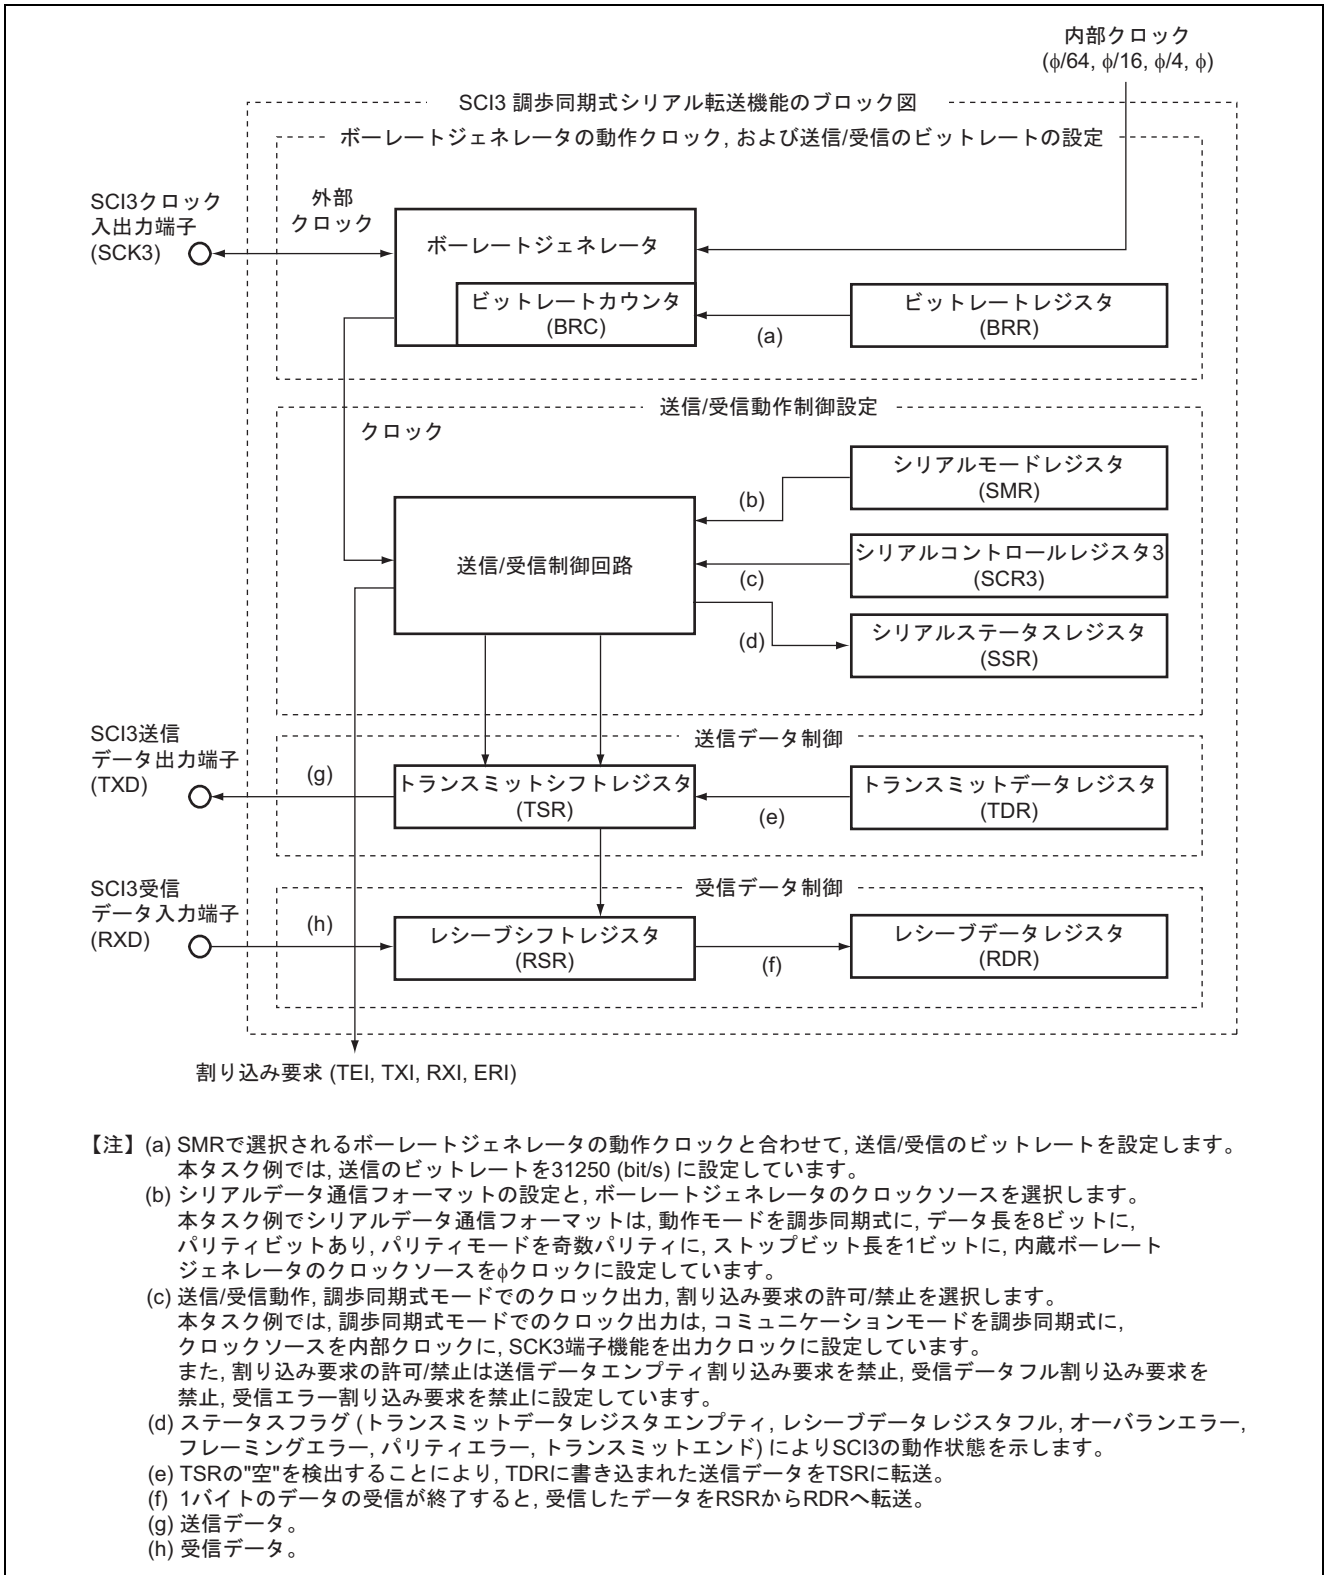

図2 調歩同期式シリアルデータ同時送受信のブロック図
1. 本タスク例では、シリアルコミュニケーションインタフェース (SCI : Serial Communication Interface) を使用して、調歩同期式のシリアルデータの同時送受信を行ないます。図 2 に調歩同期式シリアルデータ同時送受信のブロック図を示します。以下に調歩同期式シリアルデータ同時送受信のブロック図について説明します。